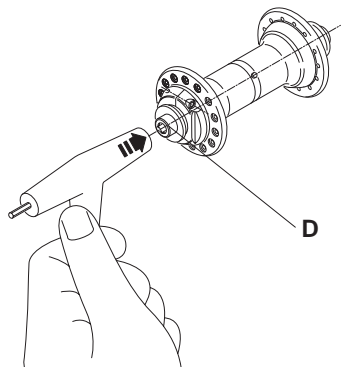

Fig. 4
- Svitare di circa 3 giri la vite (A) inserendovi a fondo la chiave a brugola da 2,5 mm (per **Record** e **Chorus**) o per mezzo di un cacciavite a croce Phillips (per **Daytona**).
- Per aumentare il gioco del perno svitate quanto basta la ghiera (C) ruotandola in senso antiorario con la mano o con una chiave da 21 mm. Battete leggermente sulla vite (D) col manico in plastica della chiave a brugola (Fig. 4). (Continua a Pag. 15)
- Fully insert the 2.5 mm Allen wrench into screw (A) (for **Record** and **Chorus**) or use a Phillips type screwdriver (for **Daytona**) and loosen it by about three (3) turns.
- To increase axle play, loosen locking (C) by turning it counter-clockwise by hand or with a 21 mm wrench. Strike screw (D) lightly with the plastic handle of the Allen wrench (Fig. 4). (Continued on Pag. 15)
- Bei **Record** und **Chorus** den 2,5 mm Imbusschlüssel und bei **Daytona** den Phillips Schraubenzieher tief in die Schraube einführen (A) und diese mit circa 3 Umdrehungen lockern.
- Um das Spiel der Achse zu vergrößern die Buchse (C) lockern. Dazu die Buchse gegen den Uhrzeigersinn mit der Hand oder mit einem 21 mm Schlüssel drehen. Mit dem Kunststoffstil des Imbusschlüssels leicht auf die Schraube (D) schlagen (Abb. 4). (Fortsetzung auf S. 15)
- Introduisez à fond la clé à Allen de 2,5 mm (pour **Record** et **Chorus**) ou le tournevis croix (pour **Daytona**) dans la vis (A) et desserrez celle-ci d'environ 3 tours.
- Pour augmenter le jeu de l'axe, dévissez dans la mesure nécessaire la bague (C) en la tournant dans le sens inverse des aiguilles d'une montre avec la main ou avec une clé de 21 mm. Frappez légèrement sur la vis (D) avec le manche en plastique de la clé à six pans (Fig. 4). (Suite à page 15)
- Introducir la llave allen de 2,5 mm en el tornillo (A) (para **Record** y **Chorus**) o el destornillador a cruz (para **Daytona**) y aflojarlo unos 3 giros.
- Para aumentar el juego del eje, desenroscar cuanto sea necesario la virola (C) girándola en sentido contrario a las agujas del reloj con la mano o con una llave de 21 mm. Golpear ligeramente el tornillo (D) con el mango de plástico de la llave hexagonal (Fig. 4). (sigue a pag. 15)
- Plaats de 2.5 mm imbussleutel in bout (A) (voor **Record** en **Chorus**) en een kruisschroevendraaijer (voor **Daytona**) en draai hem vast door middel van ongeveer 3 slagen.
- Om speling op de as te verhogen: draai borgmoer los tegen de richting van de klok in met de hand of met een 21 mm sleutel. Klop licht op schroef (D) met het plastic handvat van de imbussleutel (fig. 4). (Vervolg op pagina 15)